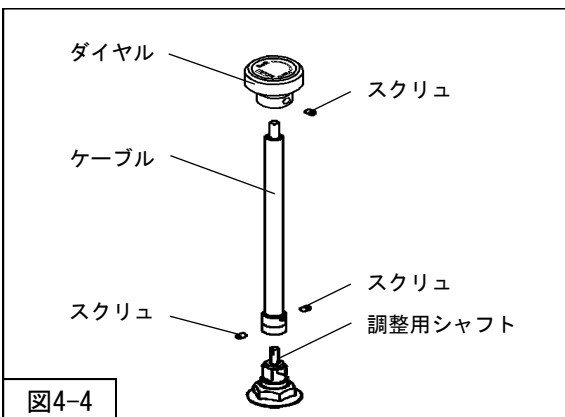

図4-4
- 5. 減衰力調整ケーブル（同梱品）をリアサスペンションASSY先端の調整用シャフトに取付けてください。（図4-4）
スクリュの締付けは六角レンチ（1.5mm・同梱品）を使用してください。（図4-4）